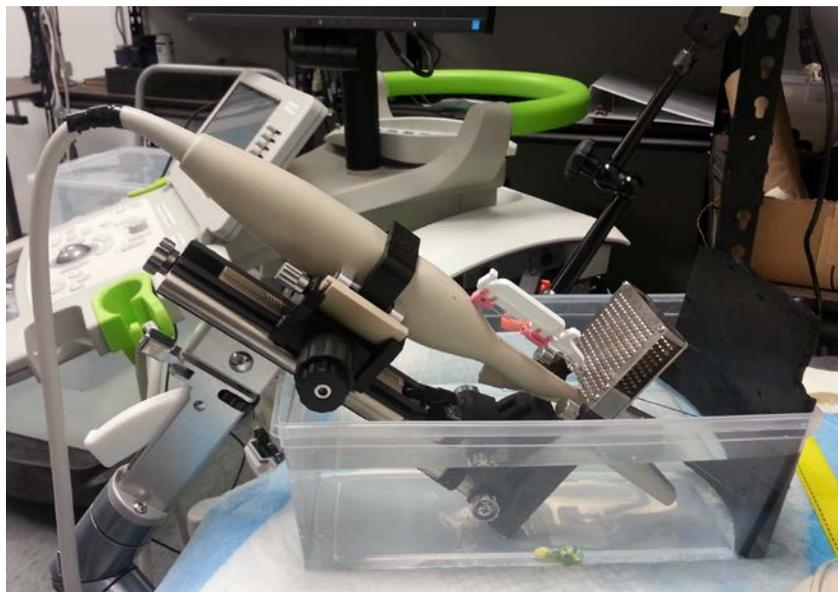

Figura 41: Trasduttore e stepper transperineale nel bagno d'acqua
4. Inclinare il trasduttore e metterlo a bagno come mostrato nella Figura 41.